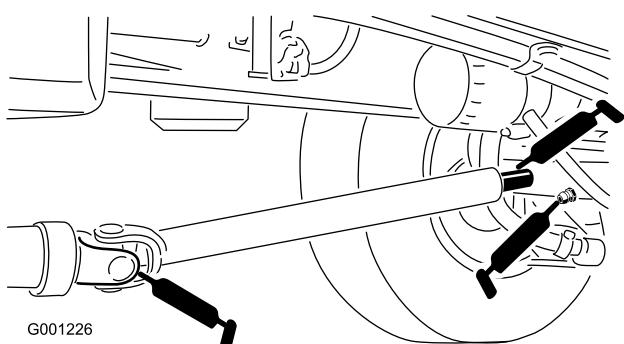

Figura 44
- Veio propulsor (3) (Figura 44)